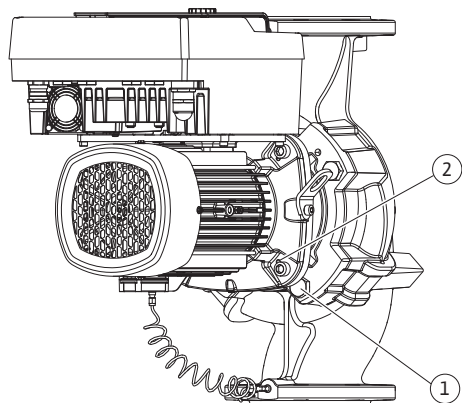

Fig. 104: Tryck bort instickssatsen via gänghål (DN 100...DN 125)
22. Genom att skruvarna (Fig. II, pos. 10) tas bort lossas även differenstrycksgivaren från motorflänsen. Låt differenstrycksgivaren (Fig. I, pos. 8) med hållplatta (Fig. I, pos. 13) hänga på tryckmätningaledningarna (Fig. I, pos. 7). Koppla ifrån differenstrycksgivarens anslutningskabel i elektronikmodulen.
23. Pressa bort instickssatsen från pumphuset. Använd de två gänghål (se Fig. 104, pos. 1) för detta.
32. Genom att skruvarna (Fig. I/III, pos. 29) tas bort lossas även differenstrycksgivaren från motorflänsen. Låt differenstrycksgivaren (Fig. I, pos. 8) med hållplatta (Fig. I, pos. 13) hänga på tryckmätningaledningarna (Fig. I, pos. 7). Koppla från anslutningskabeln för DDG i elektronikmodulen eller lossa och dra av den från kontaktdonet.
33. Använd de två gänghålerna (Fig. 104, pos. 1) som sitter jämte för att trycka in instickssatsen på pumphuset, och använd lämpliga skruvar som tillhandahålls på plats (t.ex. M10 x 25 mm).
34. För in en blocknyckel (nyckelvidd 32 mm), i lanternans öppning (Fig. III, Pos. 38) och håll fast axeln vid nyckelytorna. Lossa pumphjulsmuttern (Fig. III, pos. 22). Ta bort den underliggande brickan (Fig. III, pos. 23) och ta bort pumphjulet (Fig. III, pos. 21) från pumpaxeln. Demontera kilen (Fig. III pos. 37).
35. Dra av den mekaniska tätningen (Fig. III, pos. 25) samt distansringen (Fig. III, pos. 20).
36. Ta bort den mekaniska tätningens motring (Fig. III, pos. 26) från fästet i lanternan.